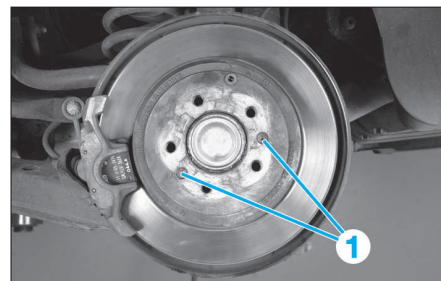

FIG. 10
- Déposer les vis (1) de fixation des disques de frein (Fig.10).